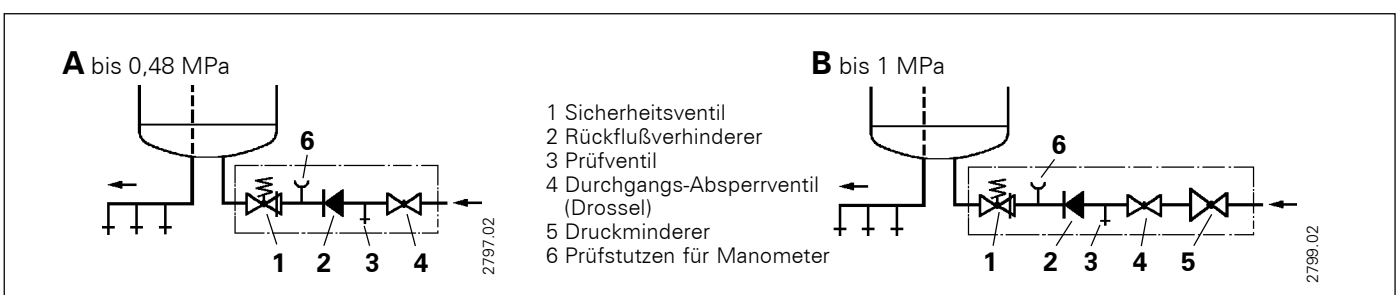

Abb. 6
- bis 0,48 MPa Wasserleitungsdruck siehe Abb. 6 A, bis 1 MPa Wasserleitungsdruck siehe Abb. 6 B (mit Druckminderer).